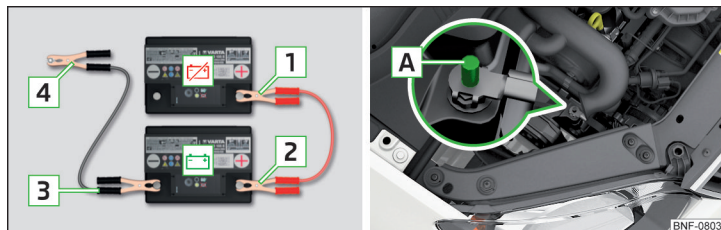

Abb. 157 Starthilfe: ☒ - entladene Batterie, ☐ - stromgebende Batterie / Massepunkt des Motors beim START-STOPP-System
- Bei Fahrzeugen **mit** dem START-STOPP-System die Klemme **4** am Massepunkt des Motors **A** befestigen » Abb. 157.